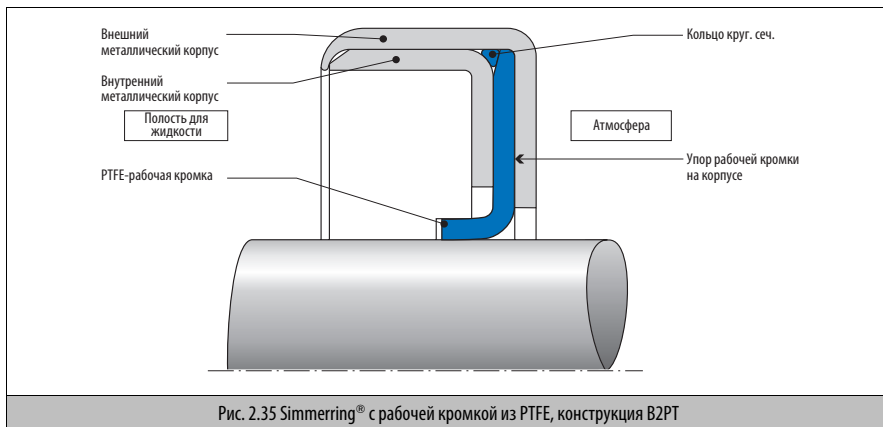

Рис. 2.35 Simmerring® с рабочей кромкой из PTFE, конструкция B2PT
- Между двумя металлическими корпусами из нержавеющей стали плотно посаженная уплотнительная манжета из PTFE (→ Рис. 2.35).